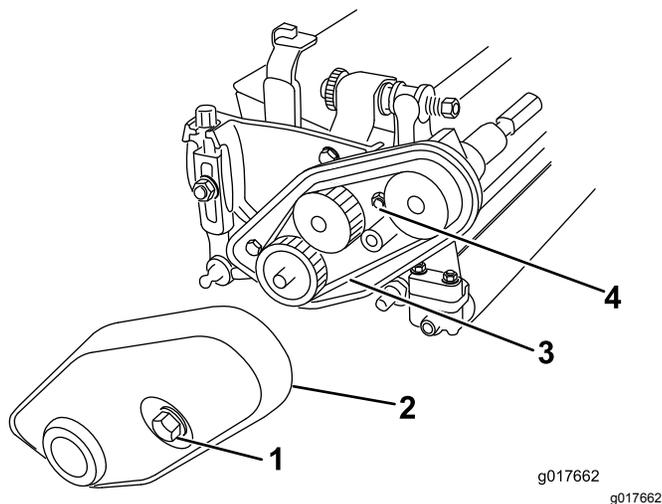

Figure 4
1. Desserrez le boulon captif qui fixe le couvercle de courroie au côté gauche du plateau de coupe, jusqu'à ce qu'il soit possible d'enlever le couvercle (Figure 4).
2. Desserrez l'écrou de tension de la courroie et enlevez la courroie (Figure 4).